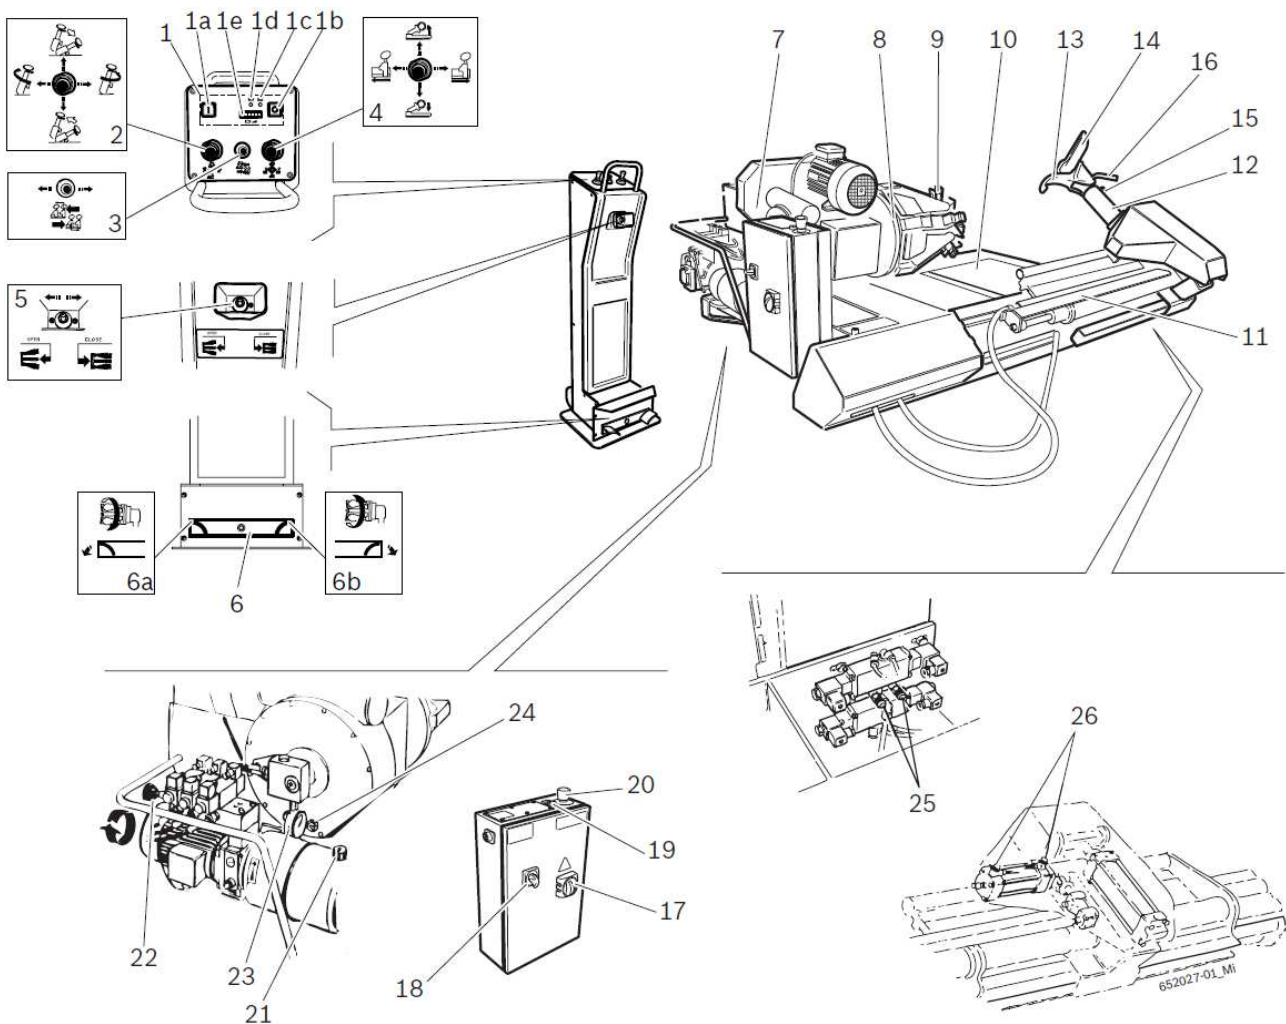

Рис. 1. TCE 5335.
1. Активизируйте пульт дистанционного управления нажатием кнопки включения (рис. 1, поз. 1a).